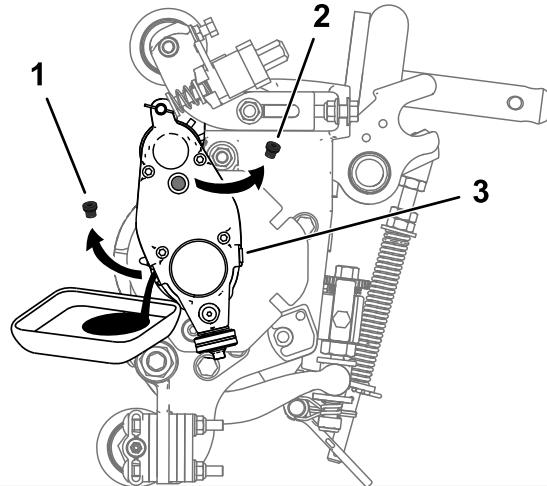

Figura 26
5. Incline la unidad de corte hacia atrás en el caballete hasta que el puerto de vaciado se encuentre en la parte inferior, para garantizar un vaciado completo (Figura 26).